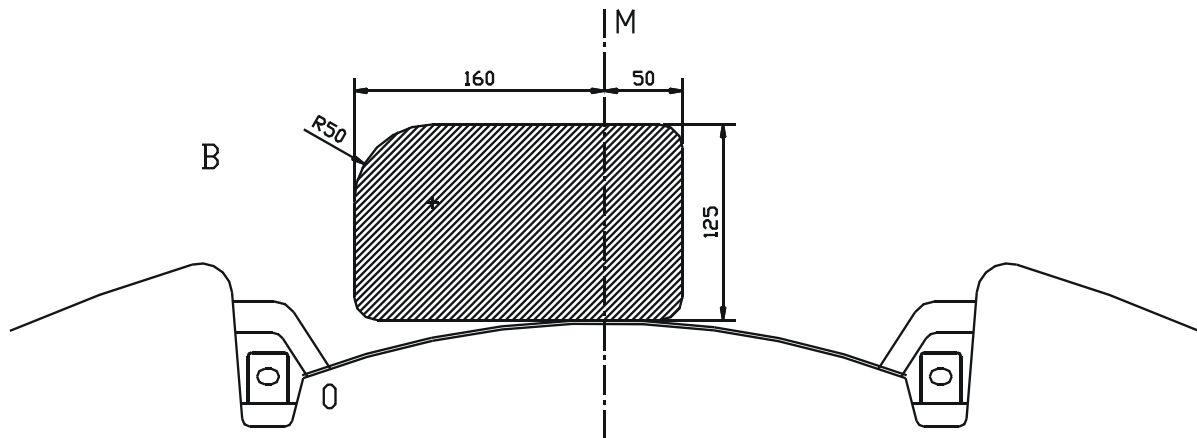

Fig. 1
2. Monteer de uitlaatoophanging (2) rechts (*bij dubbele uitlaat moet ook uitlaatoophanging (1) links gemonteerd worden*) op de bouten waar de stootbalk is bevestigd. Gebruik daarvoor de originele bouten.
3. Positioneer monteerstuk (4) rechts in de chassisbalk tot de punten (A) passen met de voorziene boringen. Breng bouten en rondsels aan en schroef handvast.
4. Bevestig de trekhaak met de punten (B) aan de draagarm (ref.4), breng de bouten in en schroef handvast. Breng links de draagarm (3) in de chassisbalk tot de punten (A) passen met de voorziene boringen in de chassisbalk en met de punten (B) in de trekhaak. Breng de bouten in en schroef alles degelijk vast (zie aanhaalmomenten).
5. Maak in de onderzijde van de bumper een insnijding volgens fig.1 en monteer de bumper terug op het voertuig.
2. Montez la suspension d'échappement (2) à droite (*en cas d'échappement double, la suspension d'échappement (1) doit également être installée à gauche*) sur les écrous où le butoir est fixé. Utilisez pour cela les écrous originaux.
3. Positionnez la pièce de montage (4) à droite dans la poutre de châssis jusqu'à ce que (A) soit adapté aux forages prévus.
4. Fixez l'attelage avec les points (B) au bras-porteur (4), insérez les boulons sans serrer. Placez le bras-porteur (3) dans la poutre du châssis jusqu'à ce que les points (A) s'adaptent aux forages prévus dans la poutre du châssis et avec les points (B) dans l'attelage. Insérez les boulons et bien bien fixez le tout (cfr. couples de serrage).
5. Faire une découpe dans le dessous du pare-chocs, selon la figure 1 et remonter le pare-chocs sur le véhicule.
2. Montieren Sie die Auspuffaufhängung (2) rechts (*bei einer doppelten Auspuffanlage muss auch die Auspuffaufhängung links (1) montiert werden*) auf die Bolzen, an denen der Stoßfänger befestigt ist. Verwenden Sie dazu die Originalbolzen.
3. Positionieren Sie das Montierstück (4) rechts auf den Chassisträger bis (A) mit den vorgegebenen Bohrungen übereinstimmt. Bringen Sie die Bolzen und Ritseln an und schrauben Sie alles handfest.
4. Die Anhängerkupplung mit den Punkten (B) an die Trägerarmen (4) befestigen, die Bolzen einbringen ohne anzuschrauben. Links, der Trägerarm (3) im Chassisbalken bringen bis Punkte (A) mit die vorhanden Bohrungen im Chassisbalken passen und mit den Punkten (B) in Anhängerkupplung. Die Bolzen einbringen und alles entsprechend der Drehmomentenvorgabe festziehen.
5. Machen Sie an der Unterseite der Stoßstange gemäß Abbildung 1 eine Einkerbung und montieren Sie die Stoßstange wieder am Fahrzeug.